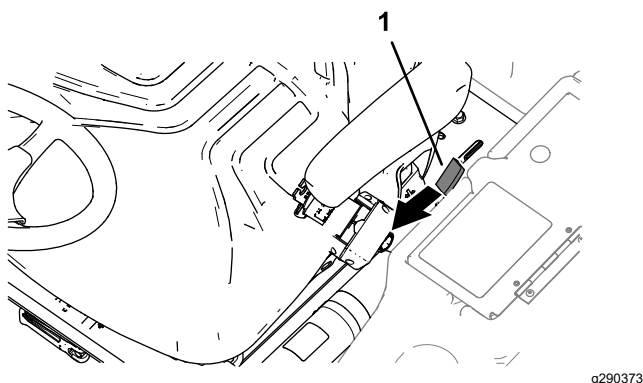

Figure 43
1. Déplacez la poignée de verrouillage de la plate-forme (Figure 43) vers l'avant de la machine jusqu'à ce que les crochets du verrou se désengagent de la barre de verrouillage.